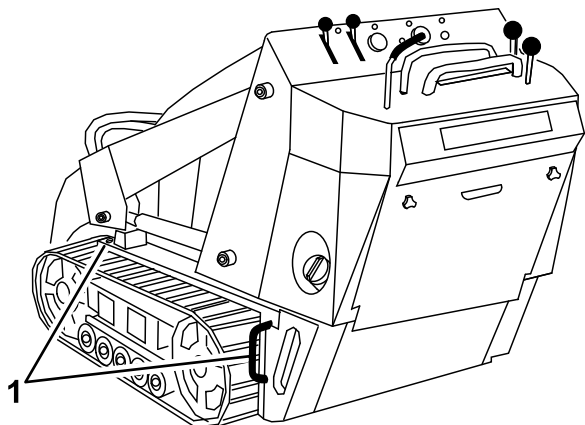

Figure 23
5. Montez la machine sur la remorque en gardant le côté le plus lourd en haut de la rampe et en maintenant la charge en bas (Figure 23).